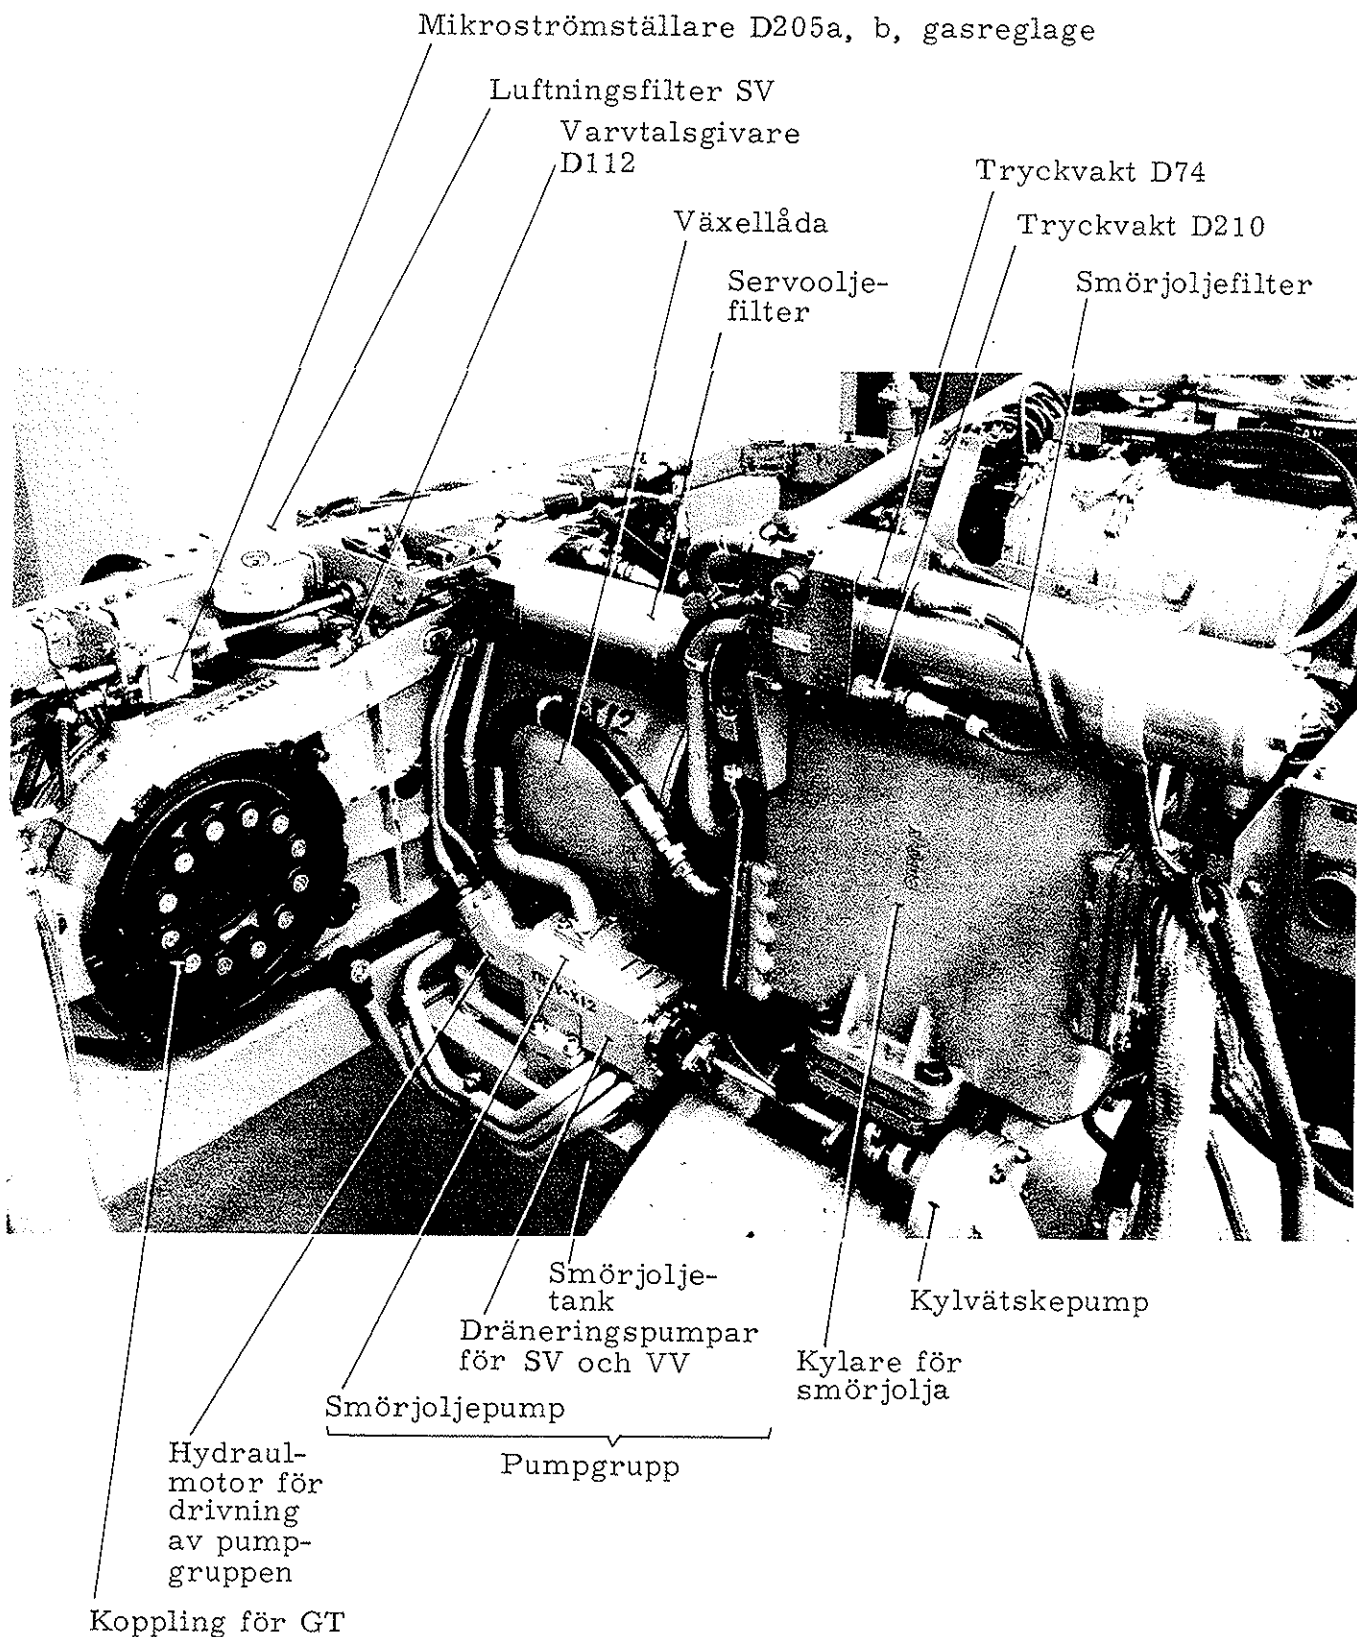

Fig. 4 Motoraggregat med FBTV - XP
V. V. Oljesump för kyl- och smörjolja ansluten till dräneringspump (se Fig. 4)